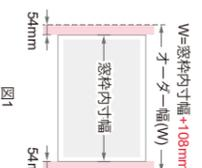

図1
- ※1 ガイドレールを取り付けするため、オーダー幅は窓枠内寸幅に108mm(54mm+54mm)を足してください。(図1)